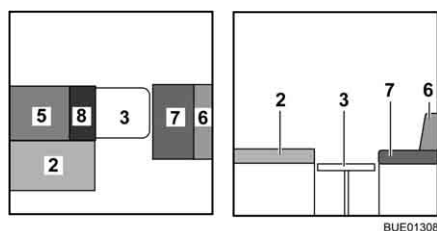

Fig. 141 Durante la trasformazione
- Posizionare il cuscino aggiuntivo (Fig. 141,8) sul tavolo.